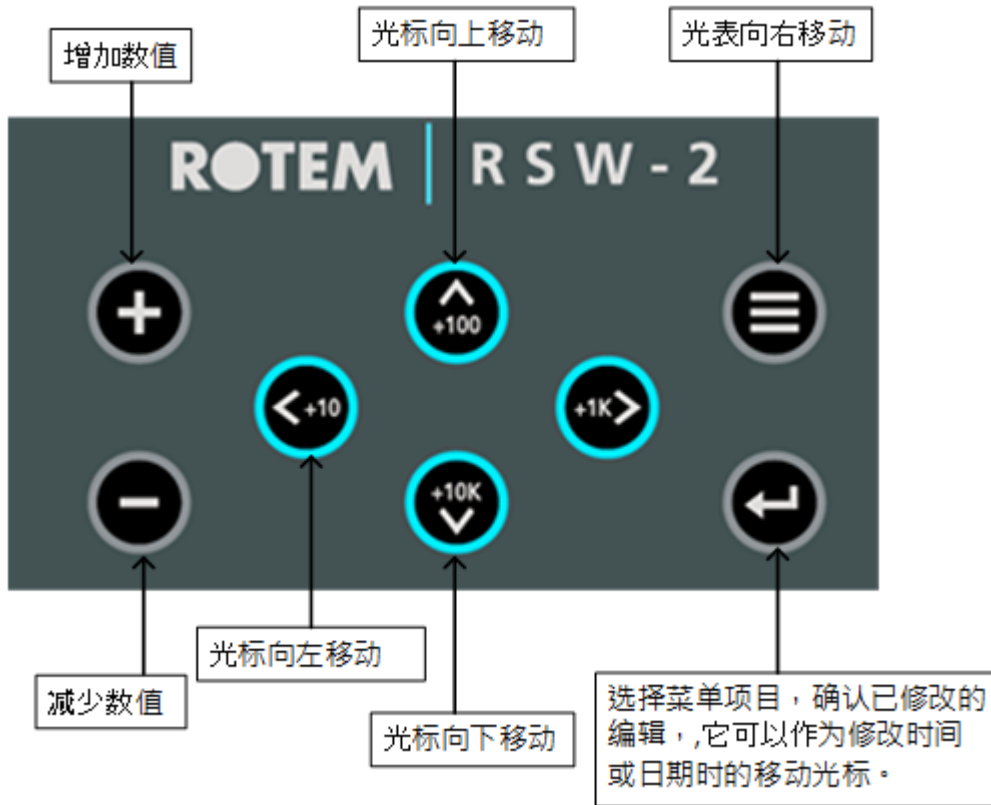

图1: 键盘
- RSW-2通常显示以下信息：时间，当天运送的饲料和日龄（参看图1）。如果报警出现在屏幕上它会交替性的显示适当的报警信息。